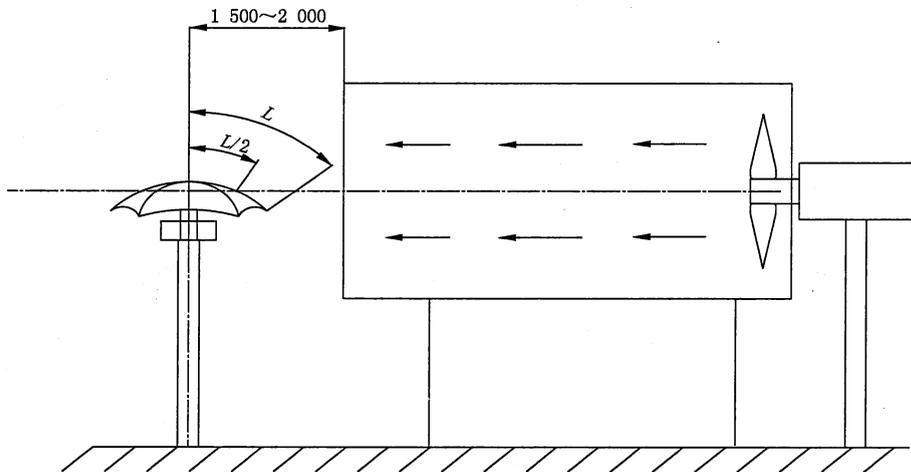

图 6 固定式伞伞杆抗风强度示意图
6.2.2.2 将伞撑开,以图示的方向用夹具夹住(见图 6),固定手柄或伞杆下端。伞的高度调整见图 6,将伞固定好后,调整调频旋钮直至当风速达到规定值后开始计时,30 s 后停机。